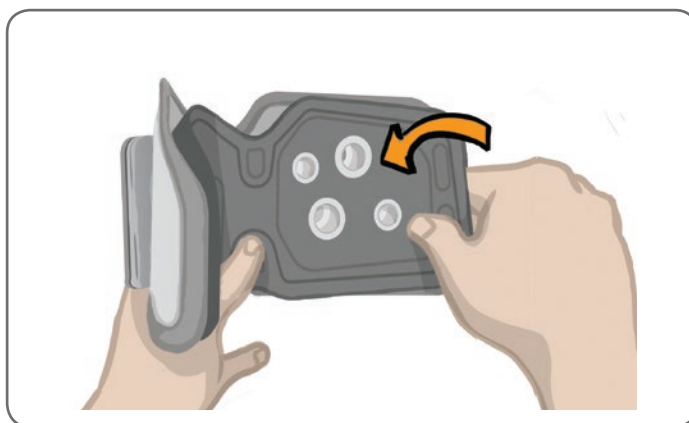

Ilustración 6-4: Sujeción del panel personal
1. Para el panel personal normal, enganche los cuatro ojales a los orificios correspondientes de la banda de EF de la parte inferior de la pierna normal. Consulte la ilustración 6-4.